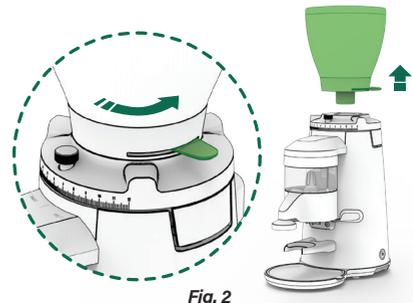

Fig. 2
11.3.2 Comprobar que el obturador está en posición cerrada antes de retirar la tolva del regulador de molienda (7) (Fig. 2).